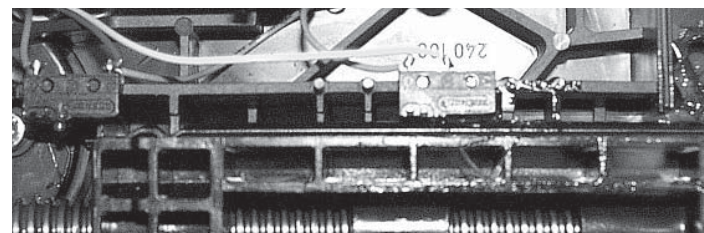
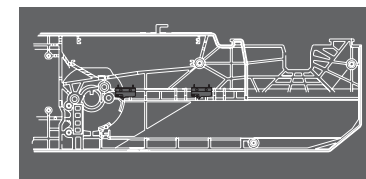

Abb. 5
Abb. 6
5. Endschalter Pos 1. (Hub 87). (Abb. 5, Abb. 6)
Links: Abb. 5, Dewert-Motor, rechts: Abb. 6, Okin-Motor mit IPX4-Schutz
1. Austausch des alten Trafos durch neue Okin, Ausführung: IPX4, Liegflächenantriebe für eloflex 3 (Abb. 6).
Austausch Dewert durch Okin Ausführung: IPX4, Liegflächenantriebe für eloflex 3: oben links Dewert, oben rechts Okin (Abb. 5 und 6)